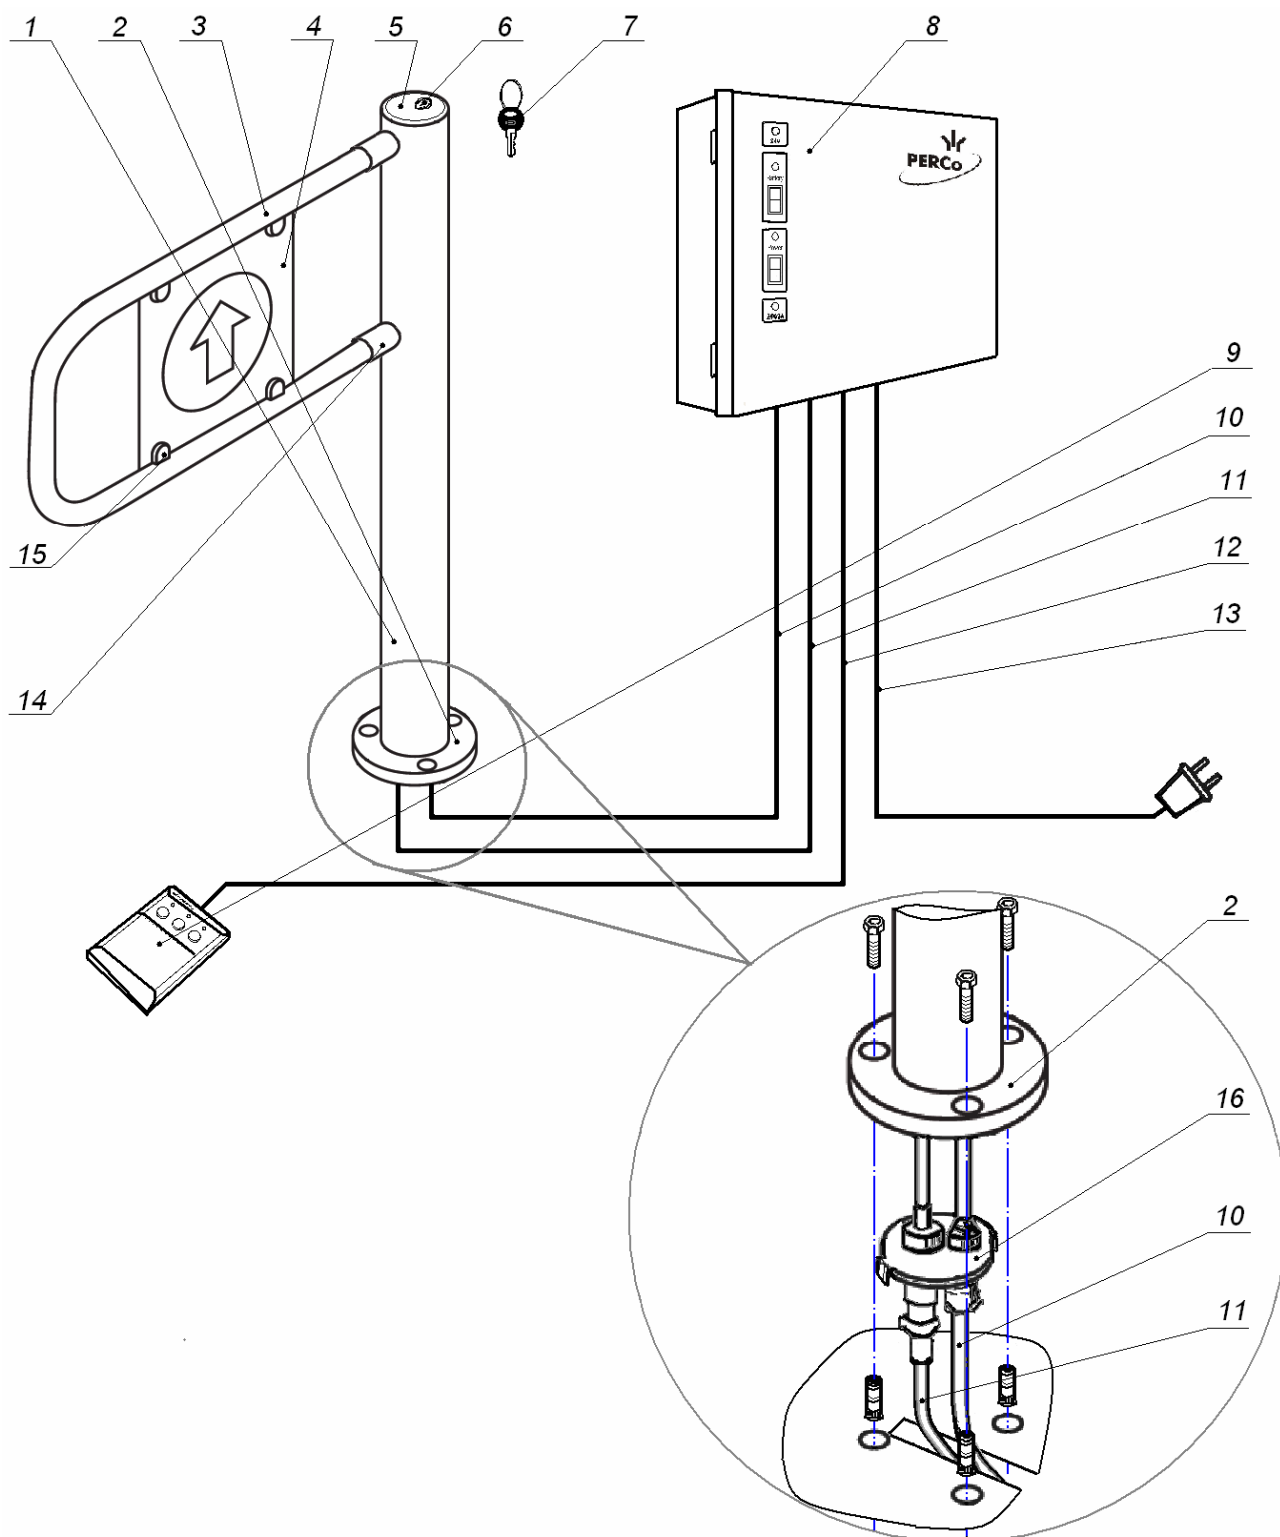

Рисунок 2 Общий вид калитки
Общий вид калитки представлен на рис. 2. Номера позиций узлов и деталей в тексте данного руководства по эксплуатации указаны в соответствии с рис. 2, если нет ссылки на иной рисунок.
Для механической разблокировки калитки необходимо вставить ключ замка механической разблокировки (7) (см. рис. 2) в замок (6), повернуть ключ на 90° по часовой стрелке. После этого створку можно свободно повернуть в любую сторону и оставить в открытом состоянии.
- на калитке – этикетка расположена внутри поворотной стойки под крышкой (5) (см. рис. 2). Для доступа к этикетке необходимо снять крышку поворотной стойки, отвернув в верхней части стойки калитки 3 установочных винта.